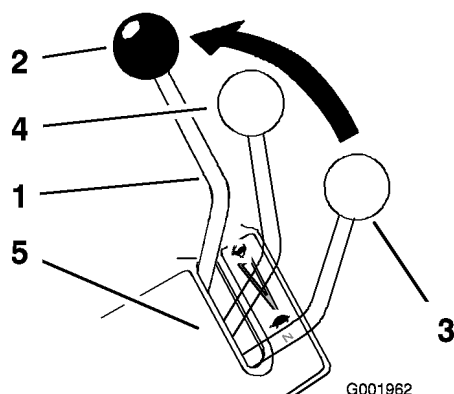

Figura 43
3. Mueva la palanca de control de la velocidad (situada en la consola) a la posición de velocidad máxima hacia adelante (Figura 43).
2. Mueva la palanca de control de la velocidad a la posición de punto muerto (Figura 43).